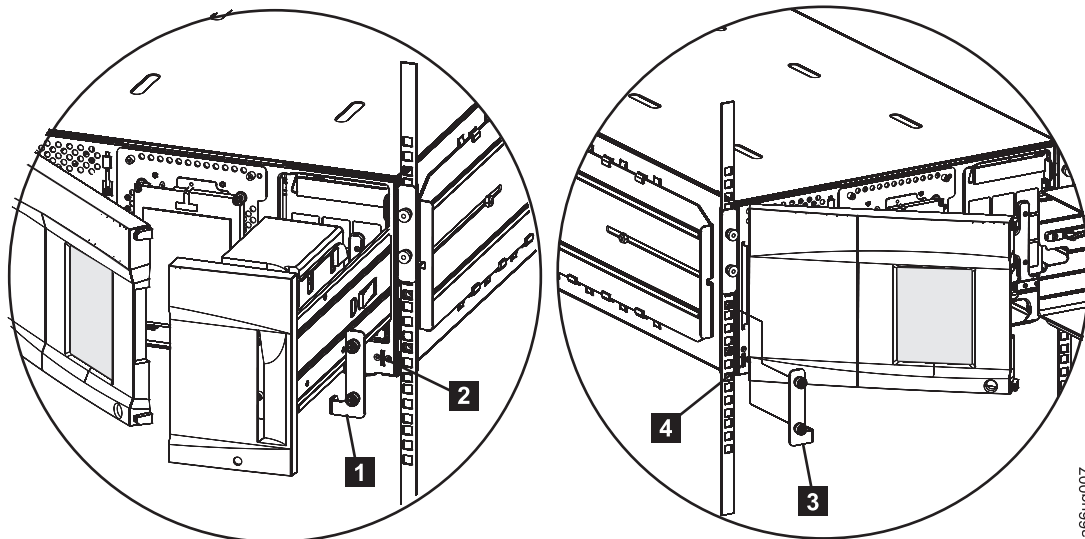

Figura 3-10. Instalando as alças do rack em um Módulo de Controle
1. Instale a alça do rack da direita (1 na Figura 3-10).
- a. Na posição inferior direita da Estação de E/S de cada módulo da biblioteca, há um slot (2 na Figura 3-10). Insira a alça do rack da direita no slot.
2. Instale a alça do rack da esquerda (**3** na Figura 3-10 na página 3-13).
- b. Segure o lado com a dobradiça da porte e, enquanto puxa a porta, empurre para a direita para expor o slot para a alça do rack da esquerda (**4** na Figura 3-10 na página 3-13).